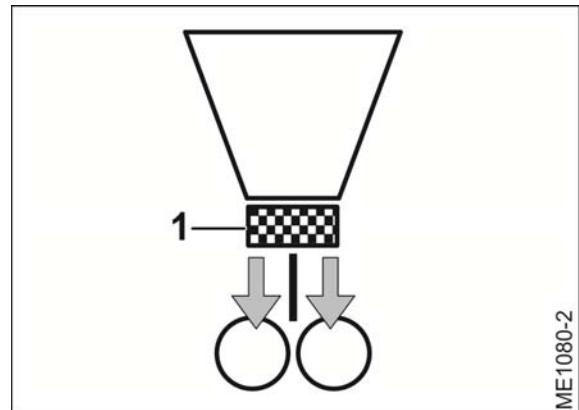

Fig. 98
- versorgt ein Dosierer (Fig. 98/1) beide Verteilerköpfe gleichmäßig mit Saatgut oder Dünger.